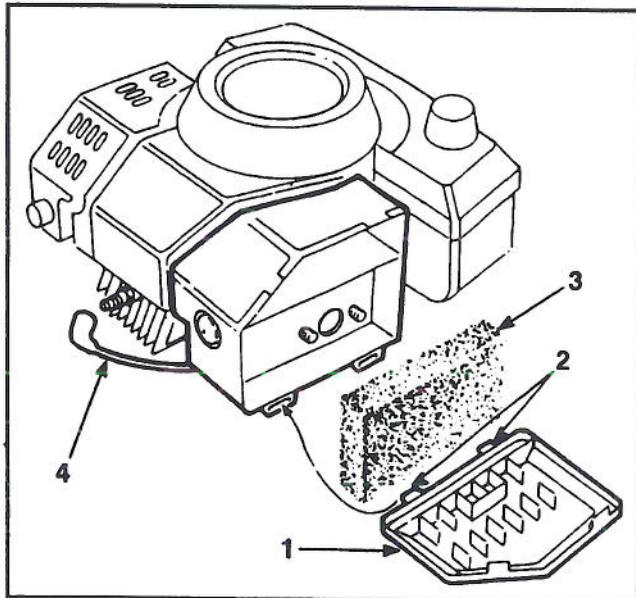

Figure 13
1. Arrêter le moteur et débrancher le fil de bougie (fig. 13).
2. Soulever les languettes du couvercle du filtre à air et faites pivoter de couvercle (fig. 13) et le nettoyer soigneusement.
3. Si l'élément en mousse est encaissé, le retirer du boîtier de filtre à air (fig. 13) et le nettoyer soigneusement.
1. Arrêter le moteur et le laisser refroidir. Débrancher le fil de bougie (fig. 13).